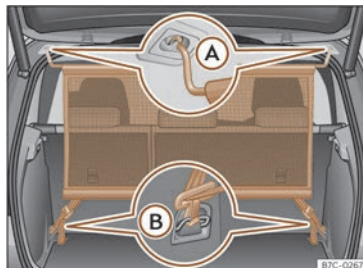

Abb. 167 Netztrennwand eingebaut.
- Netztrennwand in der linken Aufnahme am Dach >>> (Abb. 167) A einhängen. Darauf achten, dass die Querstange über die obere Position hinaus nach unten gezogen wird.
- Netztrennwand in der rechten Aufnahme am Dach durch Zusammendrücken der Querstange >>> (Abb. 167) A einhängen.
- Beide Haltehaken der Netztrennwand in die vorderen Verzurrosen im Gepäckraum >>> (Abb. 167) B einhängen und die Gurte fest spannen.